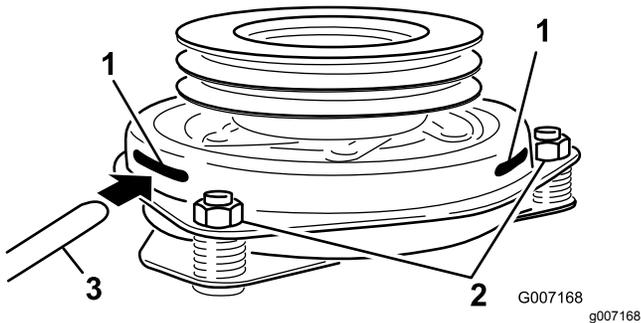

Figura 56
9. Introduzca una galga de 0,381 a 0,533 mm por una de las ranuras de inspección en el lateral del conjunto. Asegúrese de ubicarla entre las superficies de fricción del rotor y el inducido (Figura 56).
10. Apriete las contratuercas hasta fijar ligeramente la galga pero dejando que ésta se pueda mover con facilidad en la separación (Figura 56).